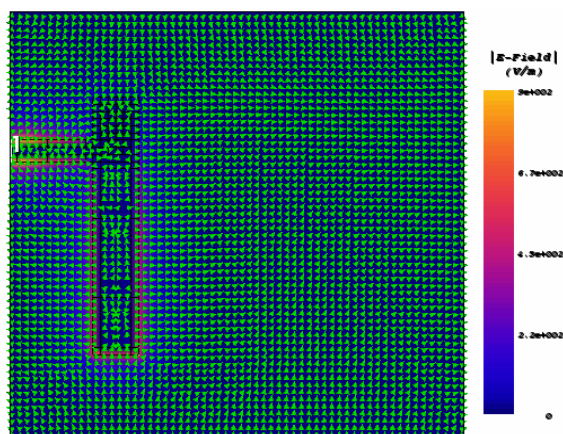

Рис. 6.39
5. Выберите **Animate>Animate Play** в выпадающем меню или щёлкните левой кнопкой мышки по значку **Animate Play** на панели инструментов, чтобы просмотреть анимацию поля (рис. 6.39). Этот вид зависит от конфигурации вашего компьютера.